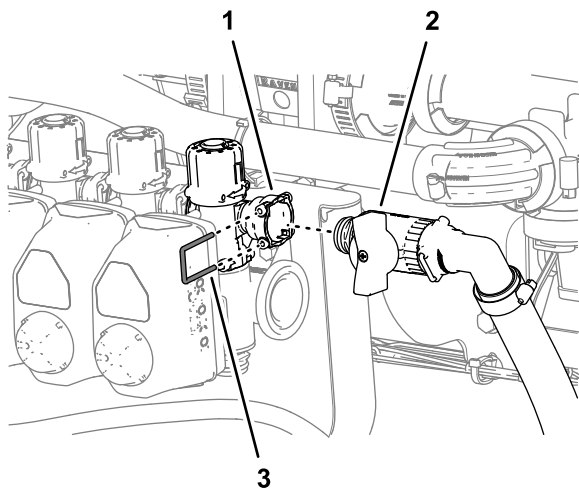

図 114
- バイパスシャットオフバルブのクイックディスコネクトフィッティングを、バイパスバルブのクイックディスコネクトフィッティングに取り付ける 図 114。
2. バイパスシャットオフバルブおよびバイパスバルブ用のクイックディスコネクティングを、リテーナで固定する図 114 ステップ 3 バイパスバルブの位置替えをするオプションのスプレースティックキットや電動ホースリールキットを搭載している車両 (ページ 45) で外したリテーナを使用する。